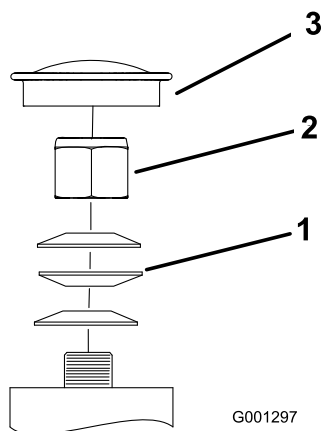

Figura 41
3. Retire el tapón anti-polvo de la rueda giratoria y apriete la contratuerca (Figura 41).
4. Apriete la contratuerca hasta que las arandelas de muelle estén planas, luego afloje 1/4 de vuelta para establecer la pre-carga correcta de los cojinetes (Figura 41).
Importante: Asegúrese de que las arandelas de muelle están correctamente instaladas, según muestra Figura 41.
5. Coloque el tapón anti-polvo (Figura 41).